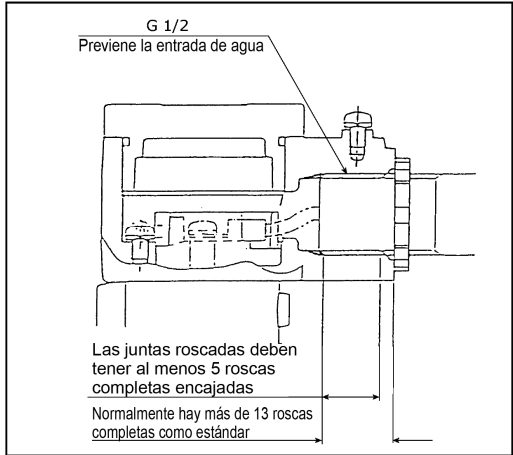
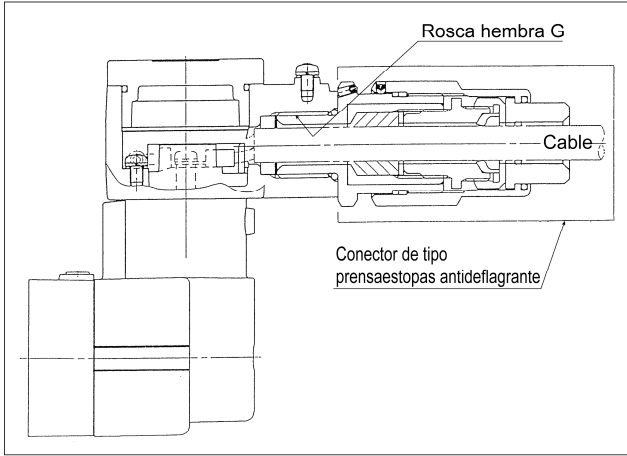

Figura 19
Figura 21
- **La entrada de cable debe fabricarse usando un conducto metálico o prensaestopas, véase Figura 19 y Figura 21.**